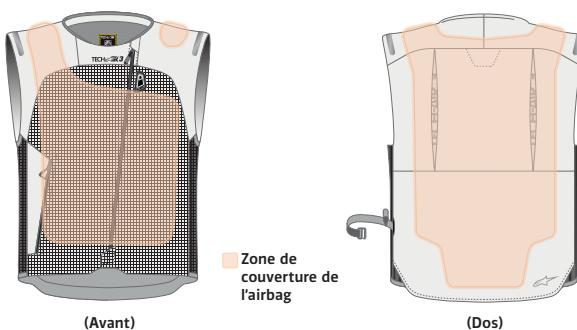

Figure 2 Zone de couverture de l'airbag
Le système fournit une protection contre les impacts, sur les zones indiquées dans la figure 2, à l'utilisateur (en tant que conducteur ou passager) portant le système en cas d'accident ou d'autre élément déclencheur. Veuillez noter que cette protection possède certaines limites qui sont indiquées plus loin dans ce manuel utilisateur (voir Section 3.2 et Section 4 « Limites d'utilisation »).
**AVERTISSEMENT ! Le système n'offre qu'une protection limitée contre les chocs qu'à l'encontre des forces en jeu dans les zones de couverture des airbags, comme illustré à la Figure 2. Il n'existe aucune garantie que le système préviendra les blessures (y compris les blessures graves ou mortelles) à l'intérieur et/ou à l'extérieur des zones de couverture de l'airbag ou de l'enveloppe de protection.**